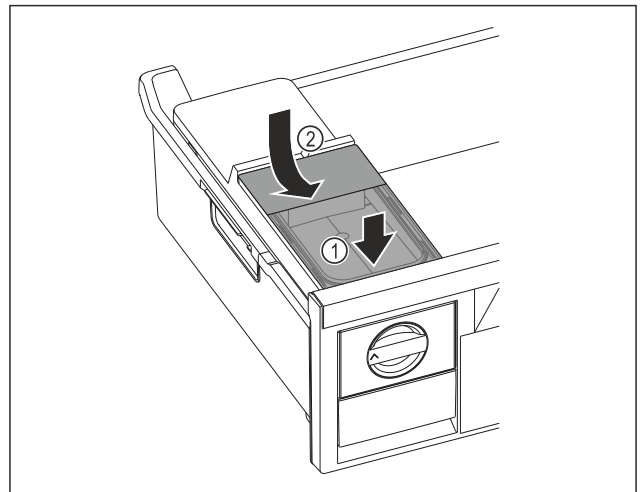

Fig. 68
- Wassertank vorne ansetzen. Fig. 68 (1)
- Wassertank hinten absenken. Fig. 68 (2)